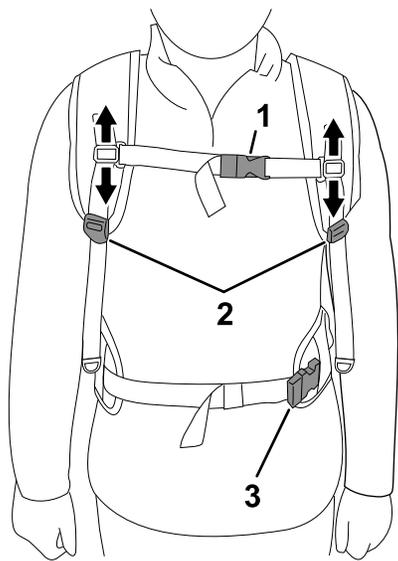

Figure 9
1. Penchez-vous et enfillez les sangles d'épaules de sorte que le bloc dorsal repose confortablement sur votre dos. Attachez et serrez ensuite la boucle de la ceinture pour que le bloc reste en place (Figure 8 et Figure 9).